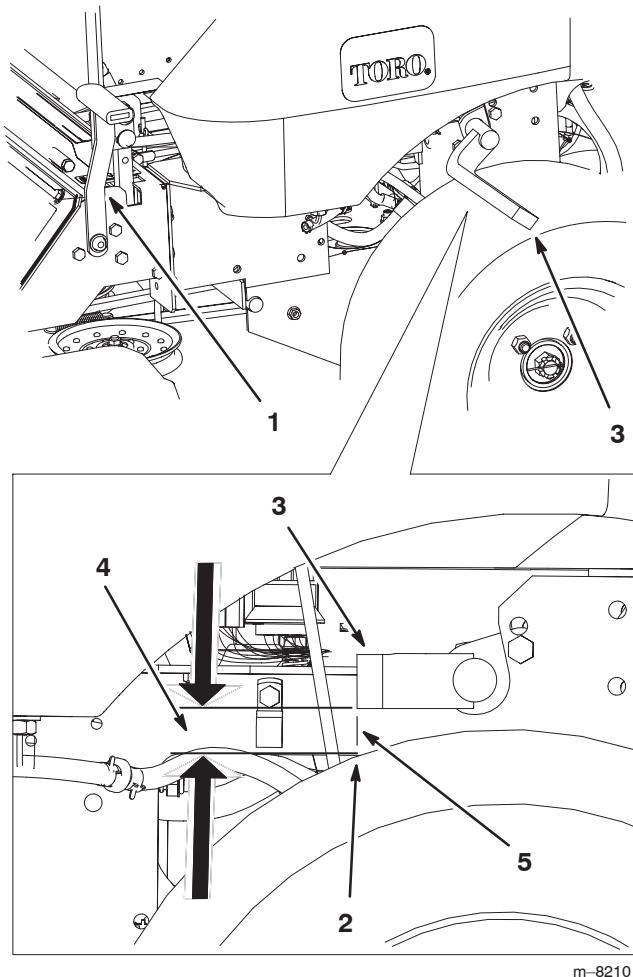

Figure 59
3. Mesurez verticalement la distance qui sépare l'avant de la barre de freinage et la bande de roulement ; elle doit être de 22 à 25 mm (7/8 à 1 pouce) (Fig. 59).
7. Mesurez verticalement la distance qui sépare l'avant de la barre de freinage et la bande de roulement ; elle doit être de 22 à 25 mm (7/8 à 1 pouce) (Fig. 59).
9. Serrez le frein de stationnement (levier relevé), et vérifiez que la barre de freinage vient toucher le pneu (Fig. 59).